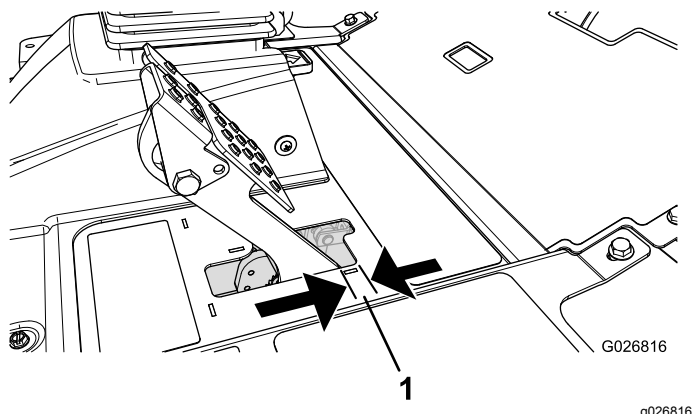

Figura 96
Ajuste os travões se o pedal do travão apresentar uma folga superior a 2,5 cm ou quando os travões não funcionarem de forma eficaz (Figura 96). Folga é a distância percorrida pelo pedal antes de se verificar qualquer resistência ao movimento.
2. Aperte a porca traseira para deslocar o cabo para trás até que os pedais dos travões apresentem uma folga de 0,63 a 1,27 cm antes de alcançar o bloqueio (Figura 96).